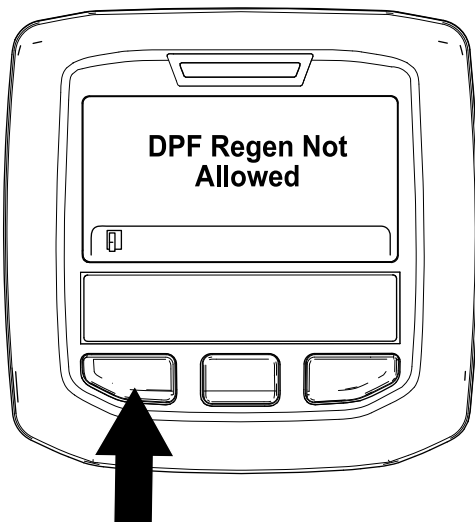

Figura 50
- Se o processo de regeneração não for permitido pelo computador do motor, surge a mensagem “DPF Regen Not Allowed” (Regen. do DPF não autorizada) no InfoCenter (Figura 50). Prima o botão esquerdo para sair para o ecrã inicial